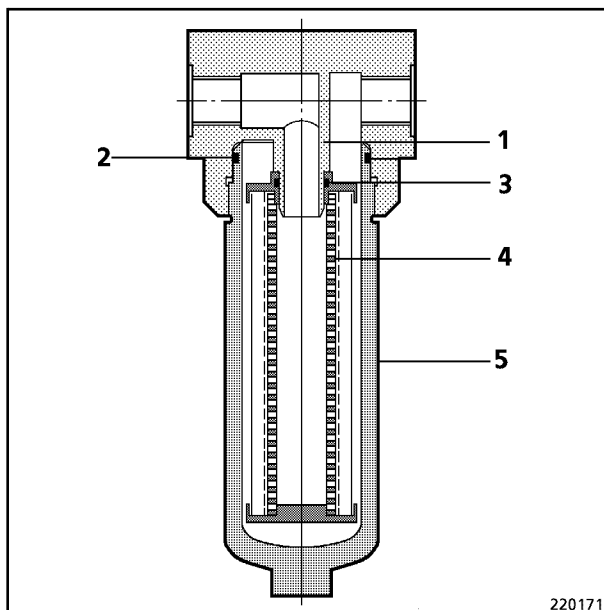

Fig. 9
- Desatornillar la caja (5, Fig. 9). No derramar el aceite hidráulico.
- Sacar el elemento filtrante (4) del tubo (1) dándole una vuelta.
- Meter el elemento filtrante nuevo sobre el tubo (1) girándolo un poco.